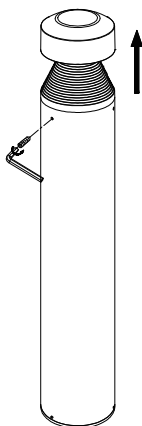

Fig 3
4. À l'aide de la clé hexagonale, desserrer les 3 vis sur le côté de la tête et ouvrir la tête supérieure. Fig.3